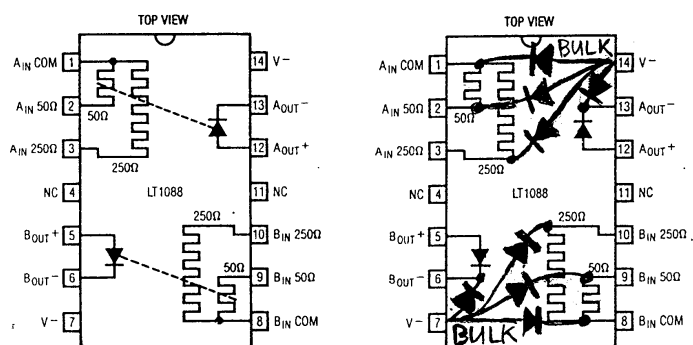

Figure 1: Schema del LT-1088 e relativi diodi parassiti.
3. Resistenze e diodi sono ricavati sul silicio e pertanto presentano dei *diodi parassiti* verso il *substrato* (bulk). Le due sezioni hanno substrati separati. Vedi fig. 1.